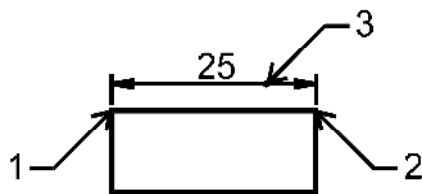

Рис. 6.3. Последовательность указания точек при выводе линейного размера.
2. Указать первую точку (1) измеряемой линии (см. рис. 6.3). Наиболее точно это получается с помощью объектной привязки.
3. Указать вторую точку (2) измеряемой линии (см. рис. 6.3). Появятся выноски, размерная линия и текст.
4. Щелкнуть мышкой в точке (3), через которую должна пройти размерная линия.
Командный диалог вывода линейного размера, показанного на рис. 6.3 выглядит так: